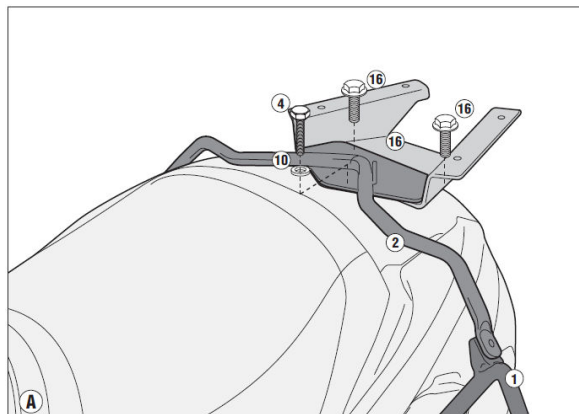

図 1
2. ⑩SR3104/MM 付属の取扱説明書を参照して、別途用意した純正 OPTION ピリオンライダーハンドルカバーに穴開け加工（3箇所：φ16目安）を行ない、車体に組み付けます。
3. 図 1 を参考に、⑩SR3104/MM 付属のスペーサーとラバーワッシャ、フランジ付き六角ボルト、④六角ボルト、⑩ワッシャを使用して、手順 2 で加工した取り付け穴に⑩サポートと②リアブリッジを仮組みします。